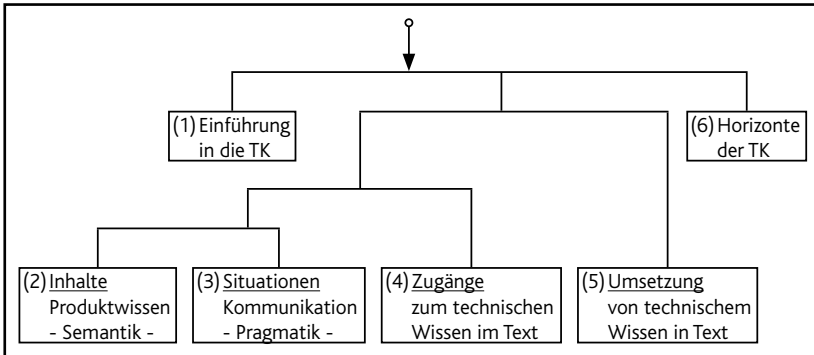

Abb. 1.1 Thematische Struktur des Lehrbuchs als Lesehilfe
Nun sind wir gerüstet für die umgekehrte Perspektive: die kommunikative Umsetzung von Wissen in Texte (Kapitel 5). Nach der Betrachtung gängiger Ansätze der Textproduktion in Theorie und Praxis widmen wir uns der Textarbeit in fünf Modulen: Vorbereitung (I), Produktion (II), Modifikation (III), Optimierung (IV) und Textdokumentation (IV). Mit den Schreibaufgaben stehen vierzehn Muster zum Planen und Ausführen zur Verfügung, die die Leser nach Bedarf an ihre eigenen Schreibsituationen anpassen können. Als Ausblick schauen wir schließlich noch auf den Horizont einer „Technikkultur“ (Kapitel 6). Abb. 1.1 skizziert den thematischen Zusammenhang der Kapitel.